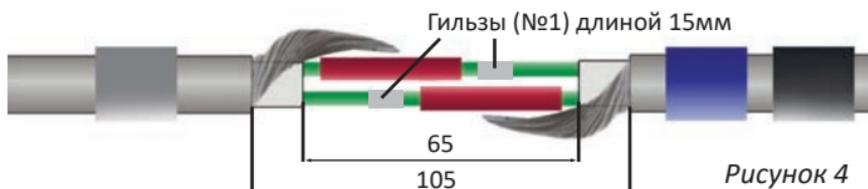

Рисунок 4
5.9. Изолированные токопроводящие жилы вставить в гильзу (**№1**) (L=15 мм) и обжать их с помощью ручного кремпера (рисунок 4). При этом, в зависимости от сечения соединяемых жил, нужно использовать размер соединительных гильз 1,5мм² или 2,5мм².